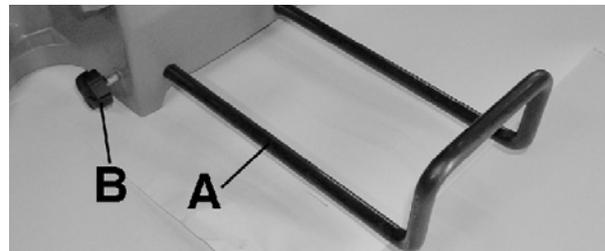

Abb. 7: Seitliche Auflagehilfen
Schritt 6: Montieren Sie bei der Bearbeitung längerer Werkstücke die Auflagehilfen (A, Abb. 7) an der linken und rechten Seite des Sägetisches. Sichern Sie die Auflagehilfen durch Festdrehen der Arretierungsschrauben (B, Abb. 7) vor dem Herausrutschen.